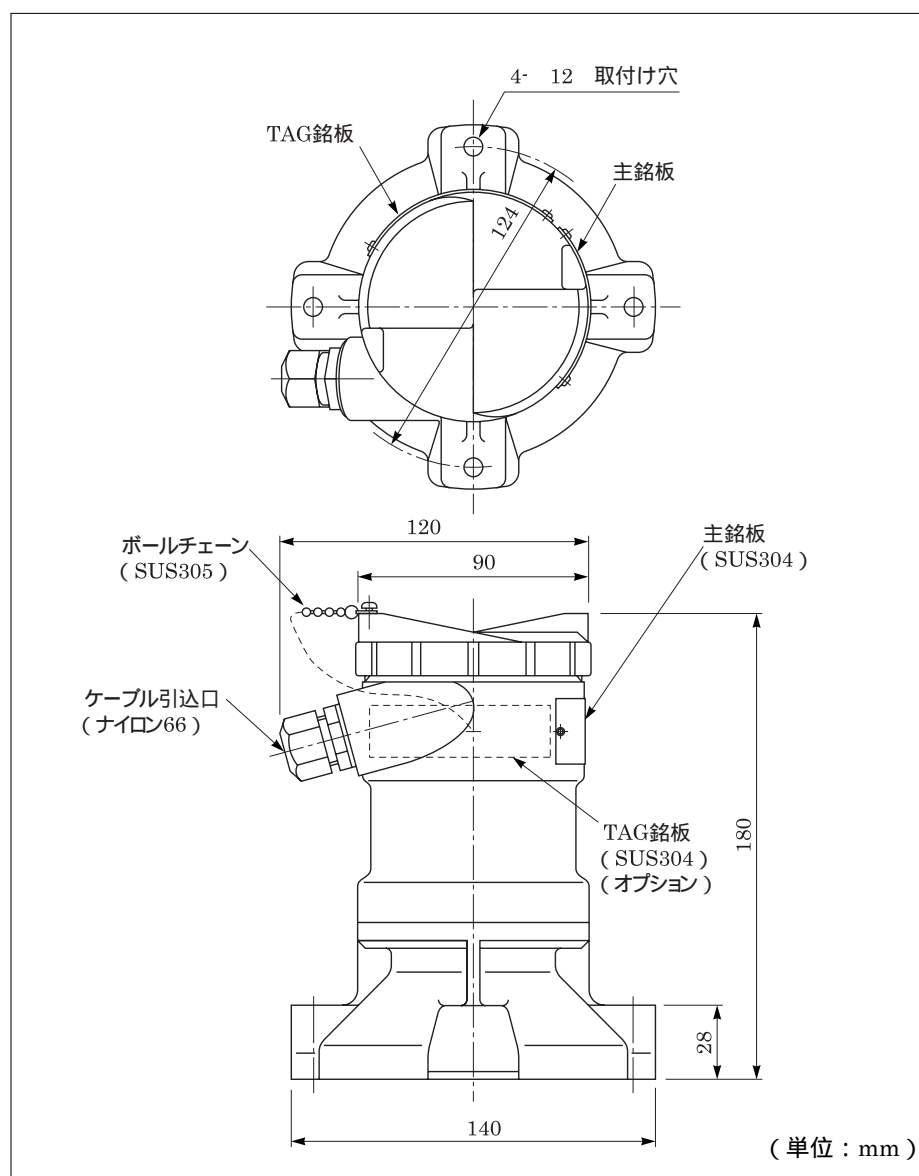

図 2.2 検出器外形図
- (2) 主要材質 : 耐熱 PCV (色: グレー)
- (3) 周波数 : 30kHz
- (4) 最大測定距離 : 12m
- (5) 不感距離 : 0.3m
- (6) 構成 : プリアンプ, 送信部, 測温抵抗体内蔵
- (7) 使用周囲温度 : -20 ~ 80
- (8) 使用周囲湿度 : 95%RH 以下
- (9) 質量 : 約 1.2kg
- (10) 雷対策 : アレスタ付き
- (11) 整合フランジ : JIS 5K 150A 以上
- (12) 外形図 : 図 2.2